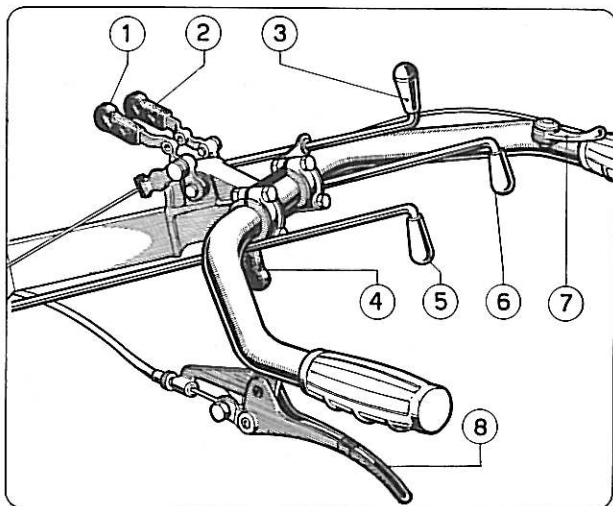

Fig. 4
- 2) agire sulla stegola 3) (Fig. 4) inserendo la marcia adeguata alla lavorazione da eseguire. (Vedi schema dimostrativo (sopra).
- 2) Agire sulla stegola 6) (Fig. 4) della presa di forza:
Per l'arresto anche momentaneo procedere come segue: (Fig. 4)
- 1) tirare la leva 4) della fig. 4 fino a svincolare il chiavistello dal foro del selettore onde consentirgli qualsiasi rotazione;
Per facilitare l'avviamento tenere la leva 7) fig. 4 nella posizione del minimo, se si tratta di un motore a scoppio, ed in quella del massimo, nel caso di un motore diesel.
Entrambi vengono azionati mediante apposite leve 1) e 2) Fig. 4 poste sul manubrio tramite trasmissioni flessibili.
Si innesta tramite la stegola 5) fig. 4 previo il disinnesto della frizione, e serve ad annullare la possibilità della macchina di deviare, al fine di ottenere una guida facile e sicura durante i lavori in rettilineo su terreni accidentati od in forte pendenza.